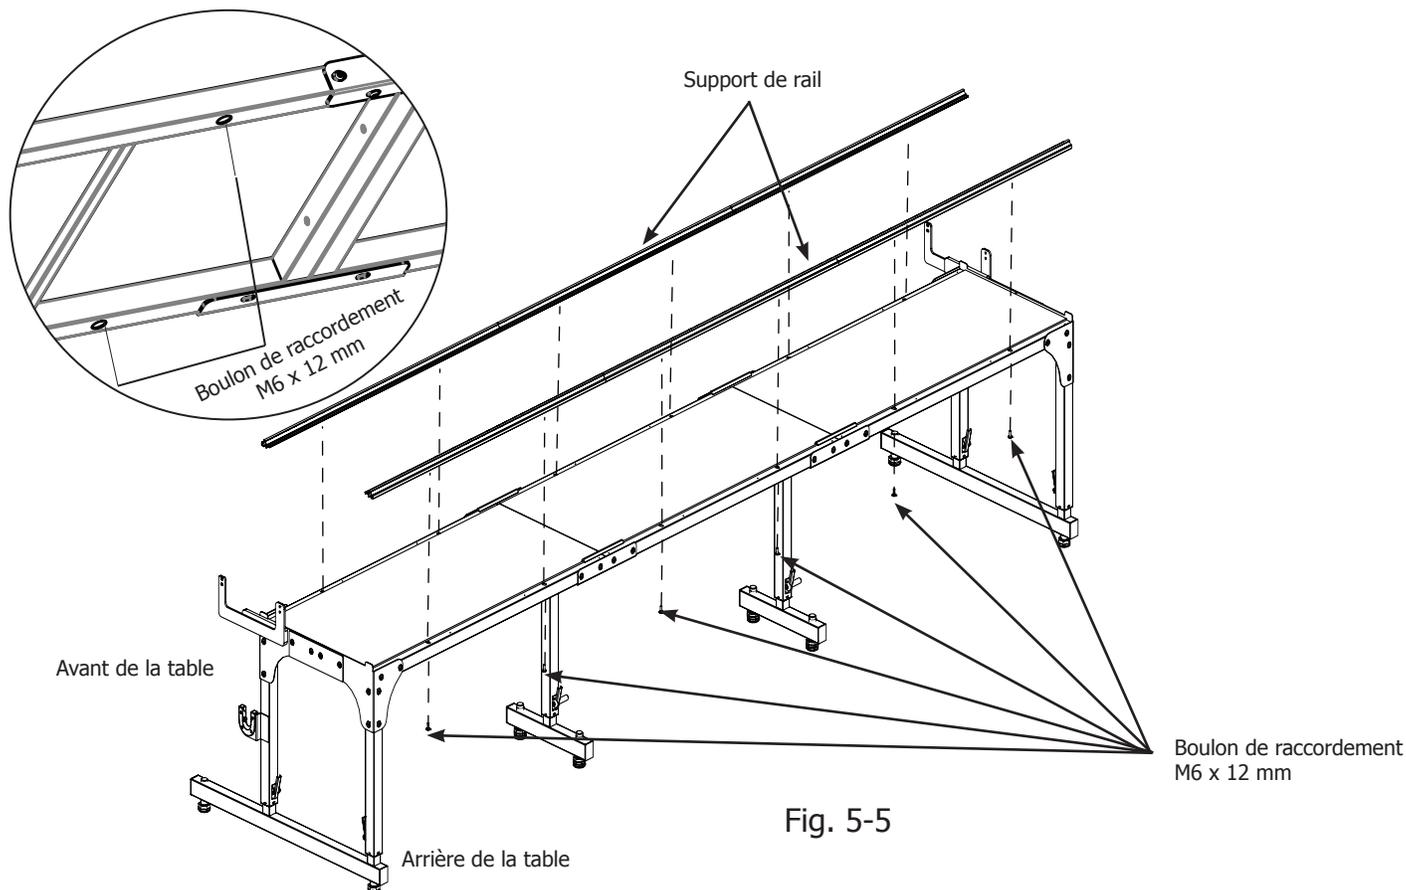

Fig. 5-5
rail assemblé à l'arrière du cadre de quilting. Alignez le support de rail en plaçant fermement le bord contre la partie supérieure en plastique pendant que vous la fixez au cadre à l'aide des six (6) vis de raccordement M6 x 12 mm, comme indiqué à la Fig. 5-5. **Ne serrez pas encore les vis.** Il faut qu'elles soient desserrées pour permettre les réglages de l'étape 5-9. De la même façon, fixez l'autre support de rail à l'avant du cadre à l'aide de six (6) boulons de raccordement M6 x 12 mm.